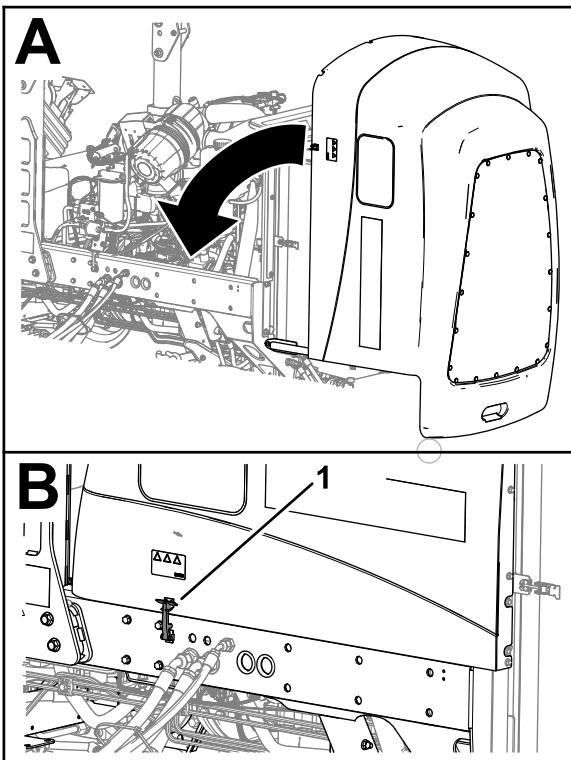

Bild 105
1. Schließen Sie die Haube vorsichtig (Bild 105).